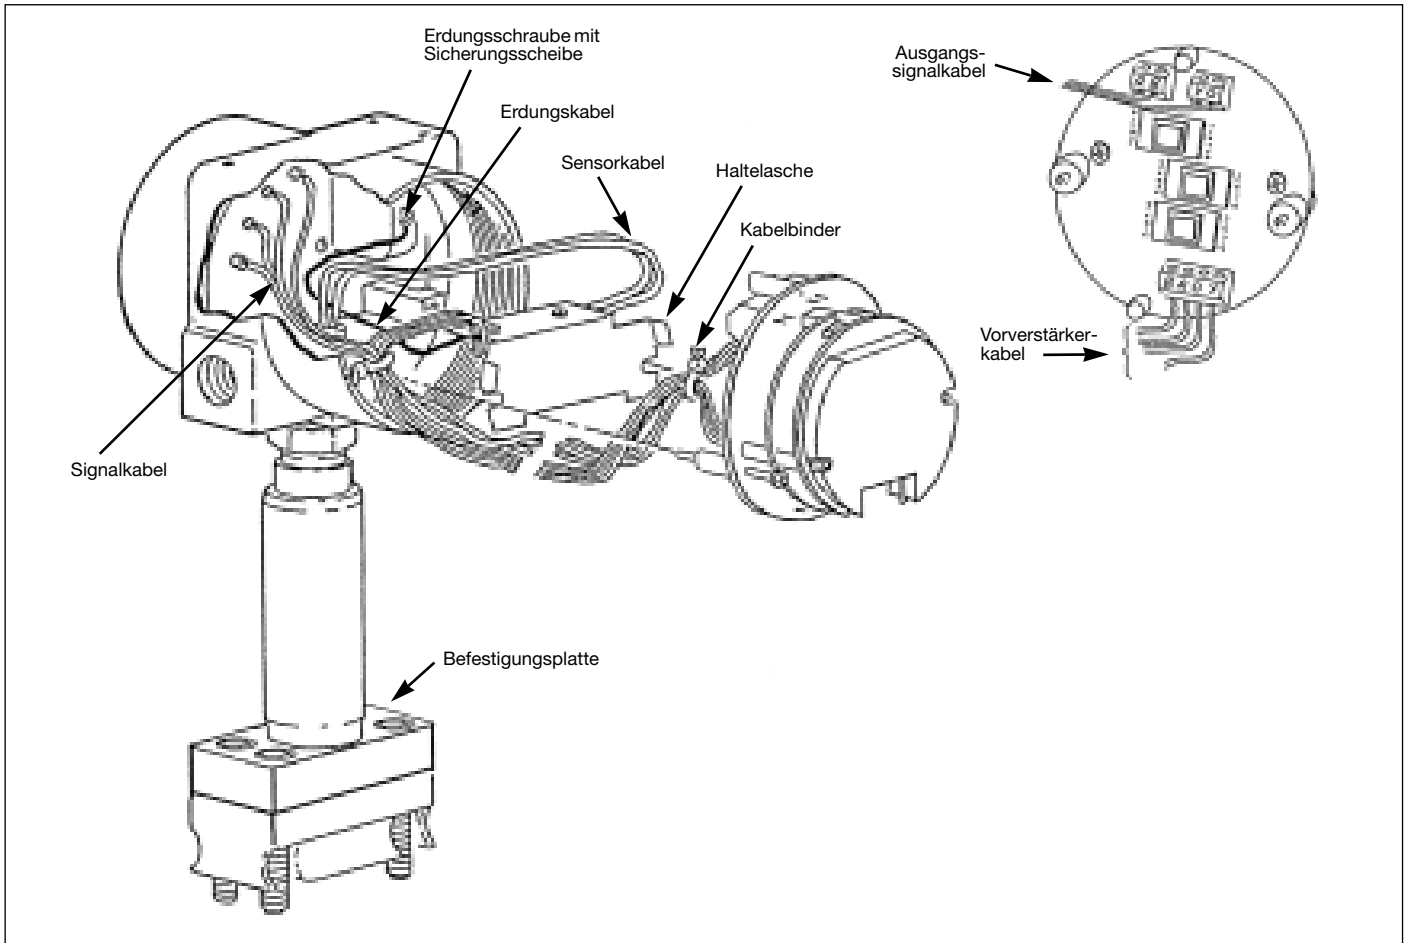

Abbildung 21. Elektronischen Baueinheit – druckfeste Kapselung gemäß CENELEC
Version auch das Erdungskabel vom Vorverstärker zum Gehäuse entsprechend Abbildung 21 anschließen.
**ANMERKUNG:** Bei CENELEC-Versionen mit druckfester Kapselung das Erdkabel des Vorverstärkers vom Gehäuse abklemmen. Schraube und Sicherungsscheibe aufbewahren. Siehe Abbildung 21.